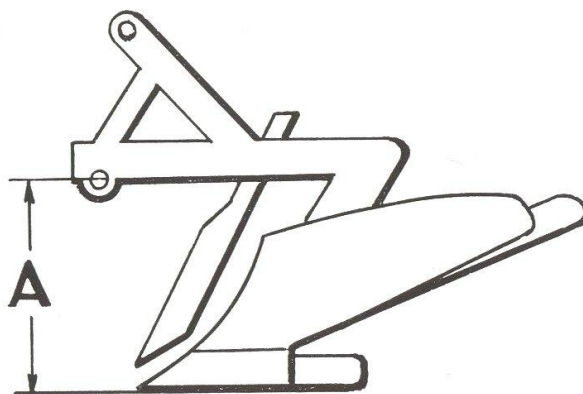

FIG. 32
a) Précautions d'attelage (fig. 32)
- Distance (A fig. 32) séparant les chevilles d'attelage de la pointe de l'outil supérieure à 500 mm.